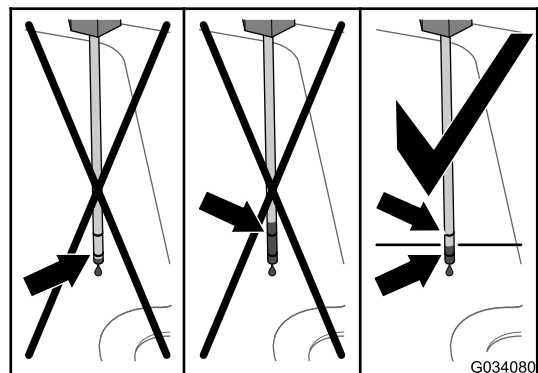

Figura 99
6. Retire a vareta e verifique o nível de fluido (Figura 99).
- Adicione o fluido hidráulico especificado no tubo de enchimento até conseguir ver o fluido entre as 2 marcas na vareta (Figura 99).